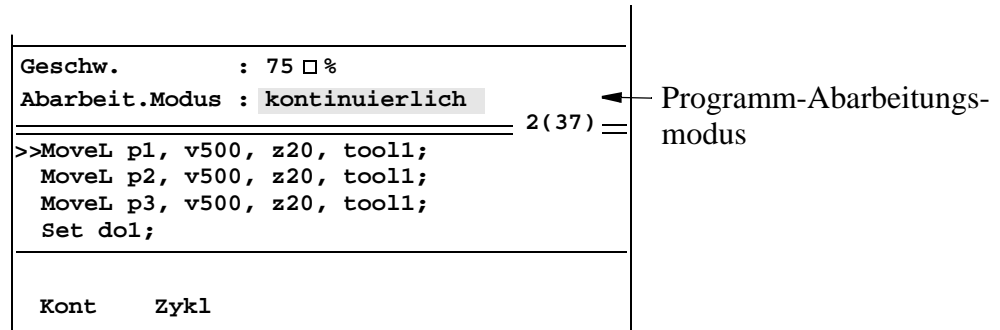

Bild 4 Die verschiedenen Arten der Programmabarbeitung werden durch die Funktionstasten angewählt.
- Mit Hilfe der Pfeiltasten **Abarbeit. Modus** anwählen (siehe Bild 4).